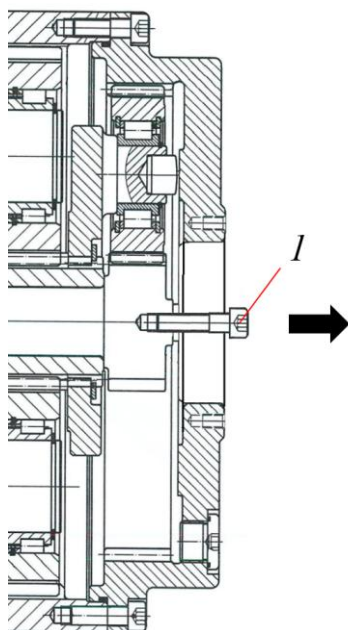

Рисунок 3.92. Извлечение вала солнечной шестерни
- В резьбовое отверстие шлицевого вала вкрутить винт М6х30 поз. 1, рис. 3.92.